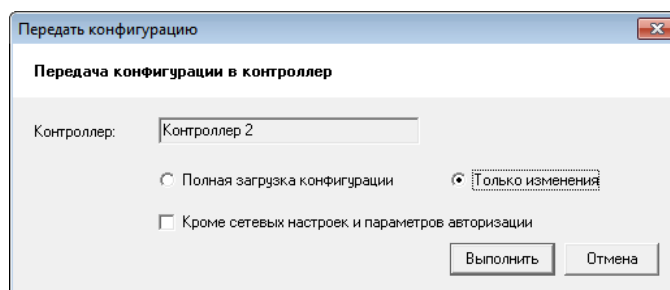

Рисунок 493 – Диалог "Передать конфигурацию"
- 12) В окне "Передать конфигурацию" выберите "Только изменения", убедитесь, что НЕ отмечена кнопка "Кроме сетевых настроек и параметров авторизации" (см. Рисунок 493) и нажмите кнопку "Выполнить".